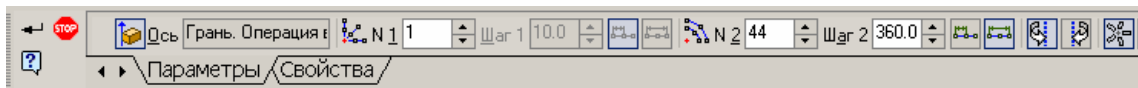

Рисунок 6.8 - Створення масиву зубів на вкладці параметри
4. На панелі властивостей клацніть лівою кнопкою миші на кнопці **Вісь** і вкажіть, також клацанням миші, циліндричну поверхню зубчастого вінця або маточини, у результаті програма вибере вісь масиву, що збігається з віссю тіла обертання (рис. 6.8, 6.9). Задайте кількість елементів масиву (у нашому випадку – 44).